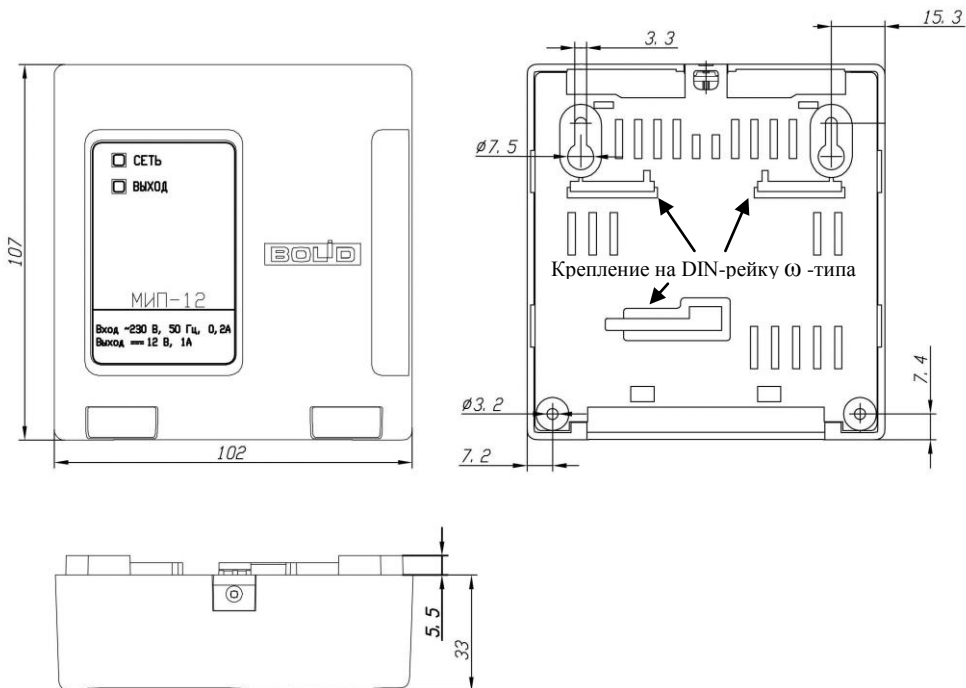

Рис. 2
2.2.2.2 Установка МИП на DIN-рейку производится при помощи специального крепления ω -типа (Омега), расположенного на основании корпуса (см. рис.2).